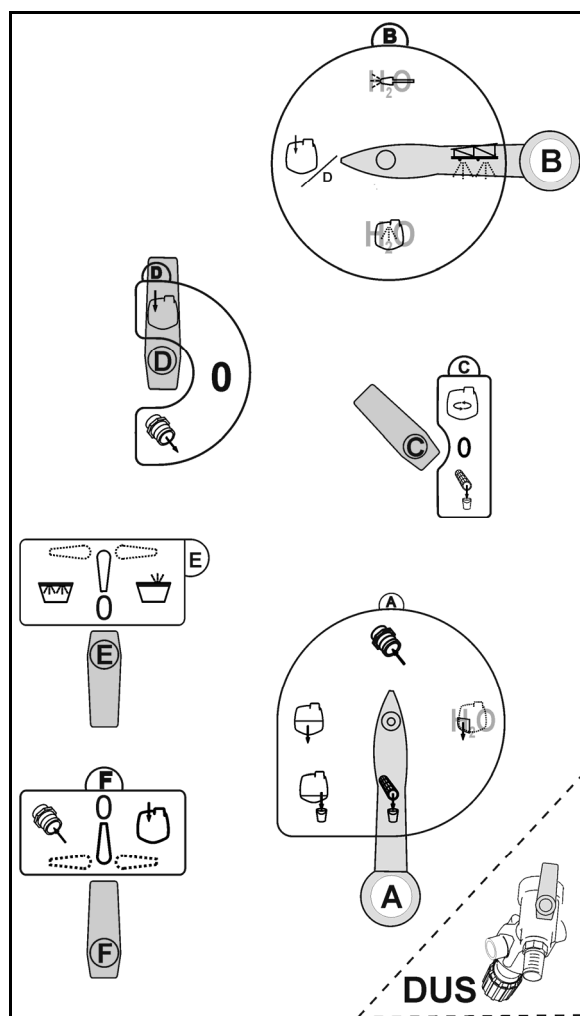

Bild 15
3. För inställningsvreden i manöverfältet till angiven position (Bild 15):